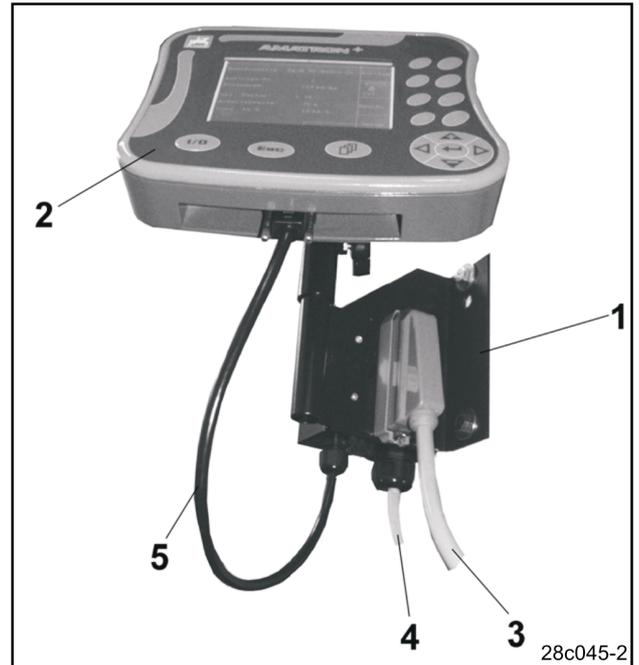
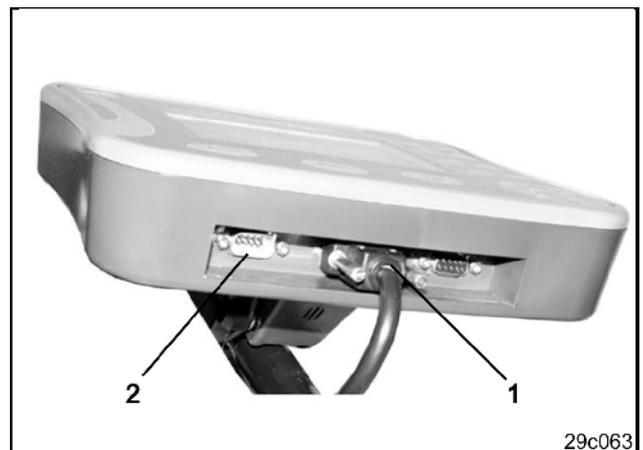

Fig. 3
Fig. 4
Le terminal (Fig. 3/2) est un appareil universel qui peut être branché sur toutes les machines **AMAZONE** équipées de l'ordinateur de tâches **AMATRON⁺**.
Branchez le terminal (Fig. 3/2) ou la console (Fig. 3/1) en procédant comme suit :
- Branchez le semoir en utilisant le connecteur machine (Fig. 3/3)
- Branchez le câble de connexion à la batterie (Fig. 3/4) à la batterie du tracteur. Conseils concernant l'alimentation en courant, voir chap. 3.3
- Branchez le câble de liaison (Fig. 3/5) au terminal (Fig. 3/2).
- Branchez le connecteur du câble de liaison (Fig. 3/5) dans la douille Sub-D centrale 9 pôles (Fig. 4/1).
- L'interface sérielle (Fig. 4/2) permet de brancher un terminal GPS compatible.